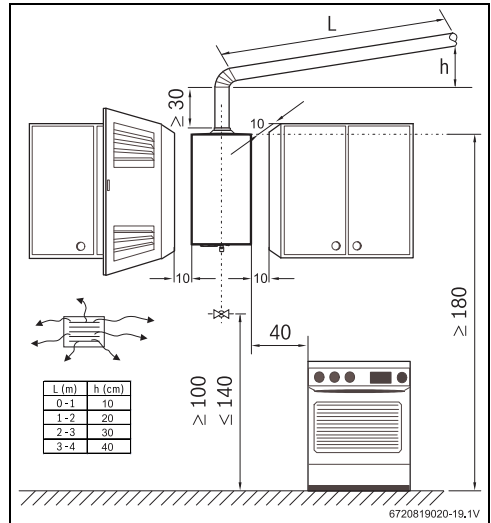

Fig. 15 Separaciones mínimas (en cm)
- Asegurar la accesibilidad en los trabajos de mantenimiento respetando las separaciones mínimas indicadas en la Fig. 15.
- ▶ Garantizar un buen acceso para realizar los trabajos de mantenimiento respetando siempre las distancias mínimas indicadas en la Fig. 15.